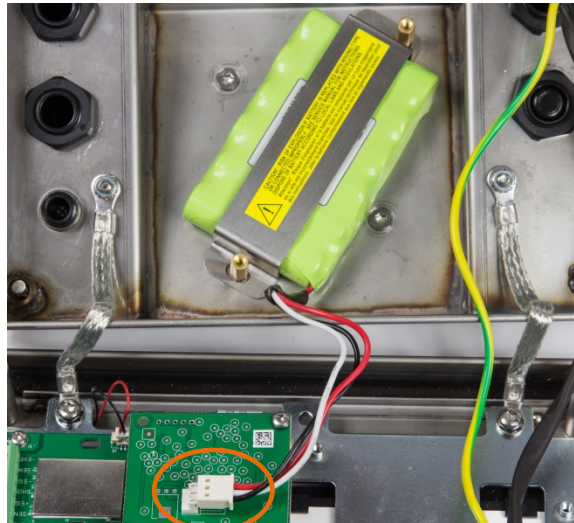

Abbildung 2-22: Im Terminal IND236 eingesetzte NiMH-Batterie
- Die Batterie in das Gehäuse einsetzen und mit der mitgelieferten Halterung und den beiden Sechskantschrauben wie in Abbildung 2-22 sichern.
- Das Batteriekabel am Verbinder der Ladeplatine wie in Abbildung 2-22 anschließen.